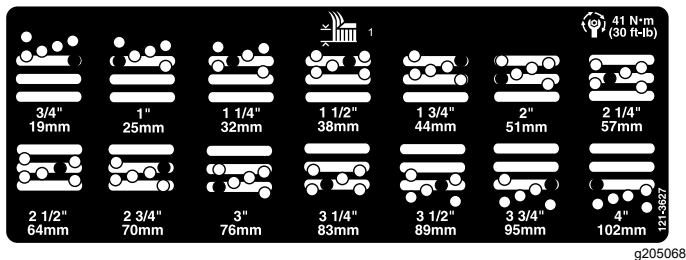

Figure 14
5. Placez la chambre à la hauteur de coupe voulue et mettez l'entretoise dans le trou et la fente correspondants à la hauteur de coupe désignée (Figure 14).